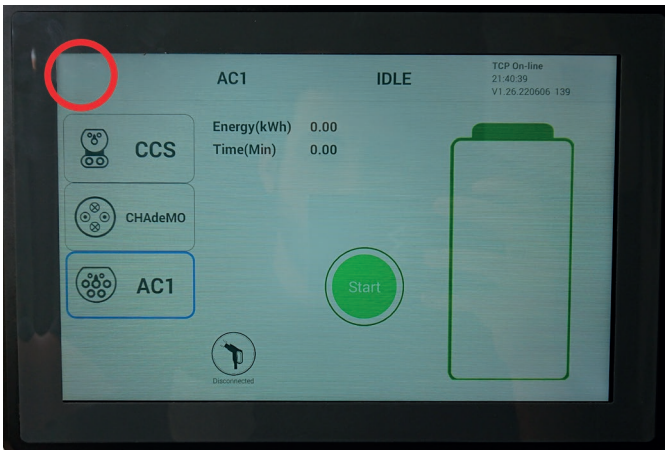
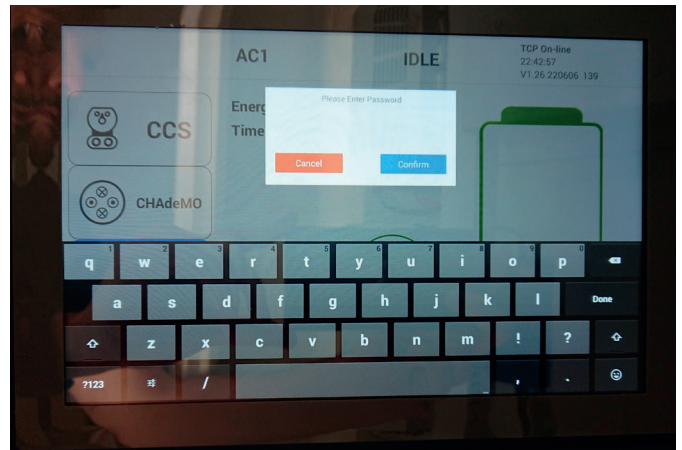
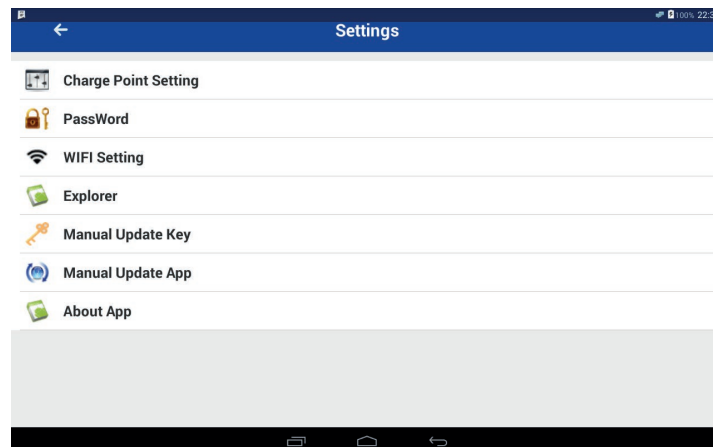

Figura 13: Schermo interno
Figura 14: Inserimento password
Figura 15: Menù segreto
1. Entrare nel menù segreto (Figura 15) cliccando sulla parte bianca in alto a sinistra dello schermo interno (Figura 13) ed alla richiesta della password immettere "88888888" (otto volte "8"). (Figura 14)